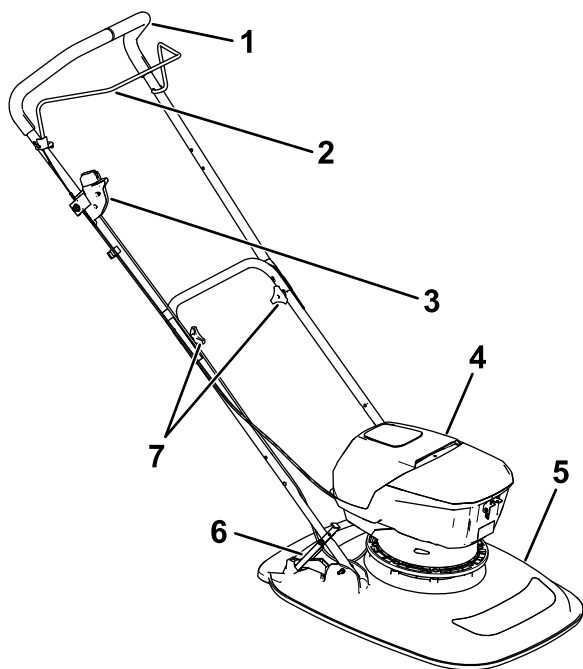

Figur 12
1. För in tryckfästelementet i hålet i det övre handtaget enligt bilden i Figur 12.